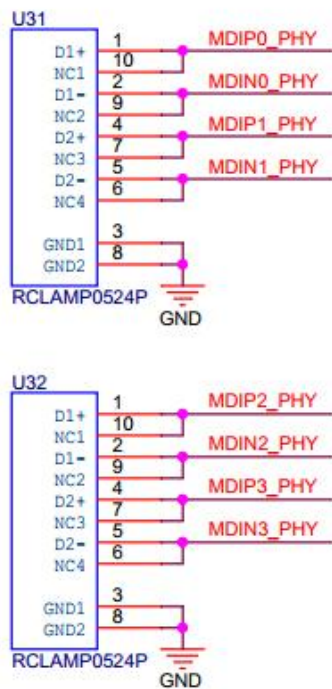

图 4
4. 网口 PHY 与 RJ45 之间添加 ESD, 增强 ESD 防护, 添加的 ESD 电路如图 4 所示。